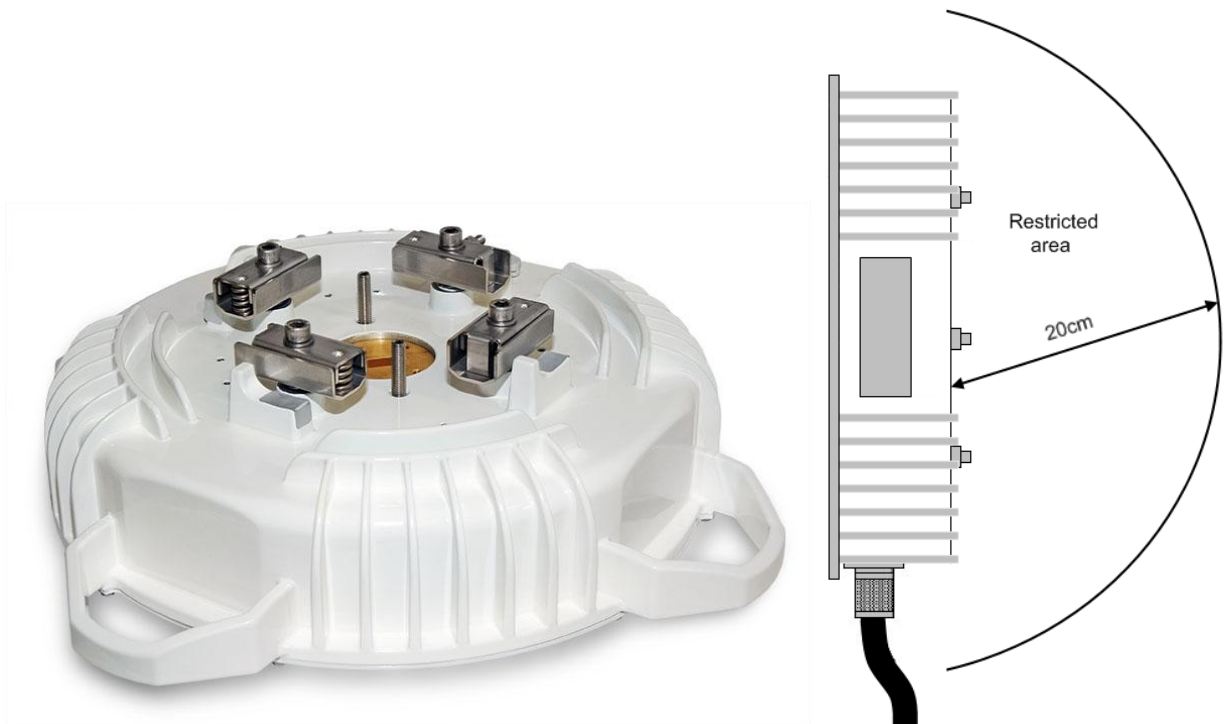

Figure 1. Wi200 – Wi700
- Dans le cas ou l'émetteur serait sous tension, ne pas s'exposer a moins de 20 cm de la sortie du guide d'ondes (Fig1)